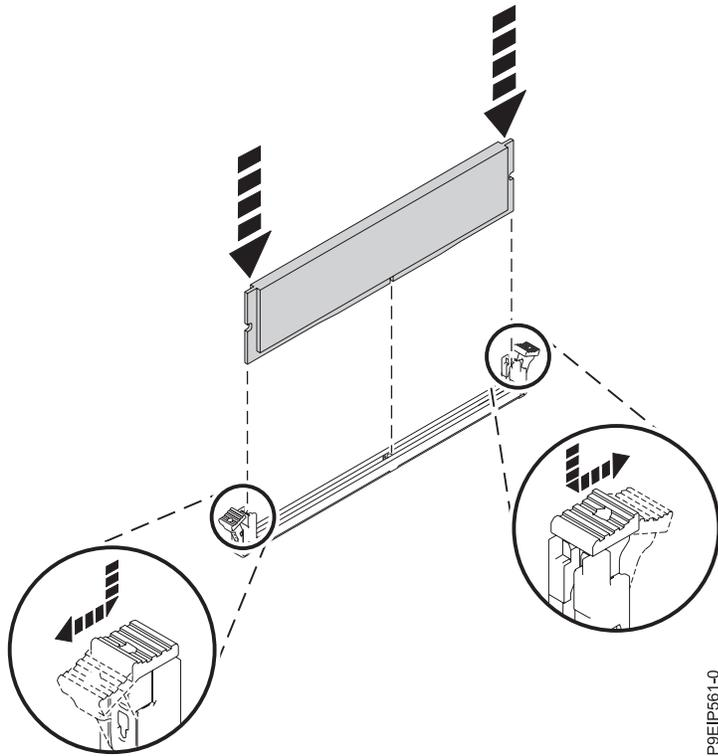

Figura 42. Inserción del DIMM de memoria
- b. Presione firmemente en cada lado del DIMM tal como se muestra en la Figura 42 hasta que la pestaña de bloqueo quede encajada en su sitio con un clic audible.